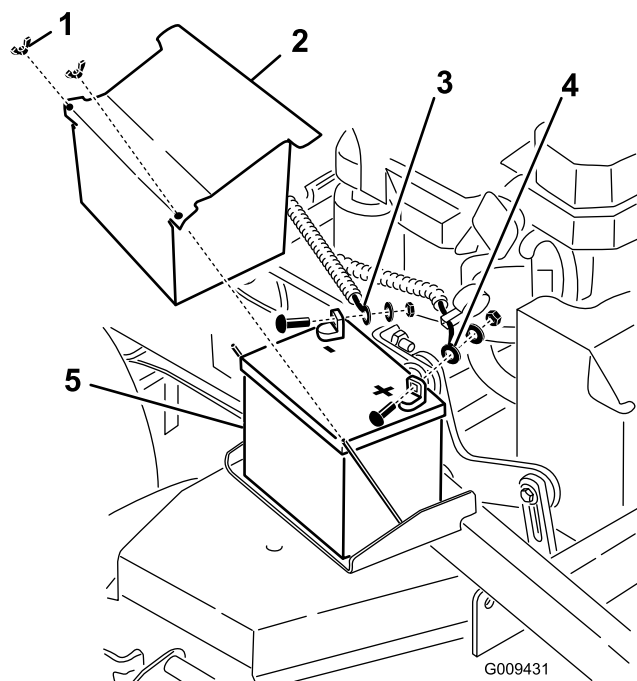

Figura 1
- A. Levante la cubierta de goma negra del cable negativo. Desconecte el cable negativo del borne negativo (-) de la batería (Figura 1).
- B. Retire la cubierta de goma roja del borne positivo (rojo) de la batería. Luego retire el cable positivo (rojo) de la batería (Figura 1).
- C. Retire la pletina de sujeción de la batería (Figura 1), y retire ésta.